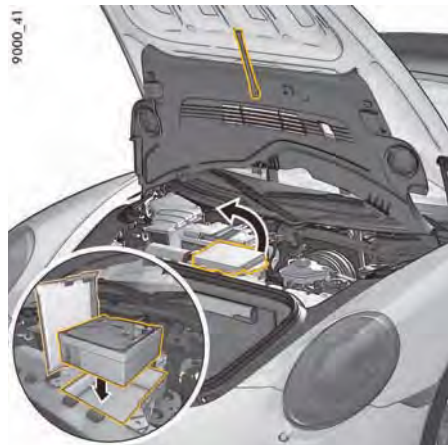

図250: タイヤ充填コンプレッサーの交換
1. タイヤ充填コンプレッサーを収納ボックスに入れてください (図250)。